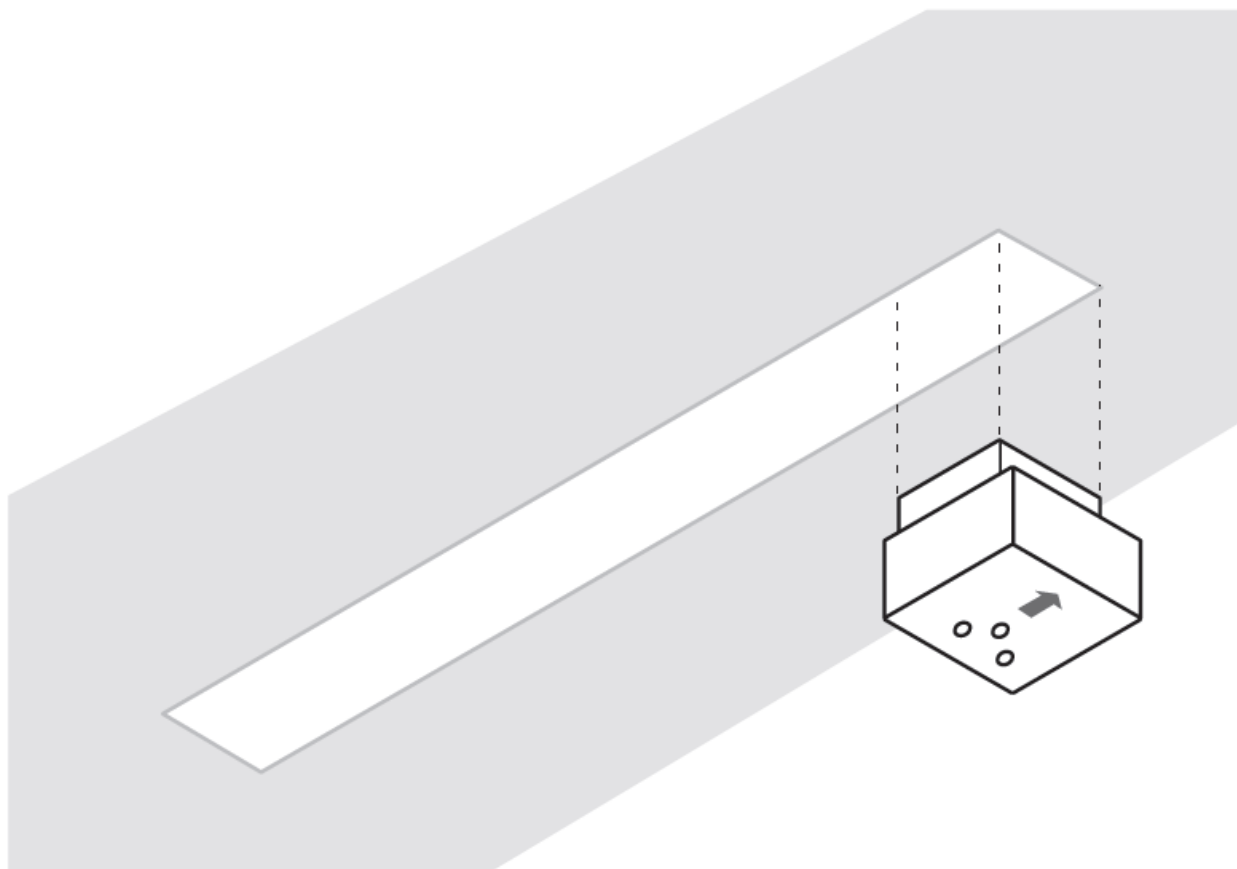
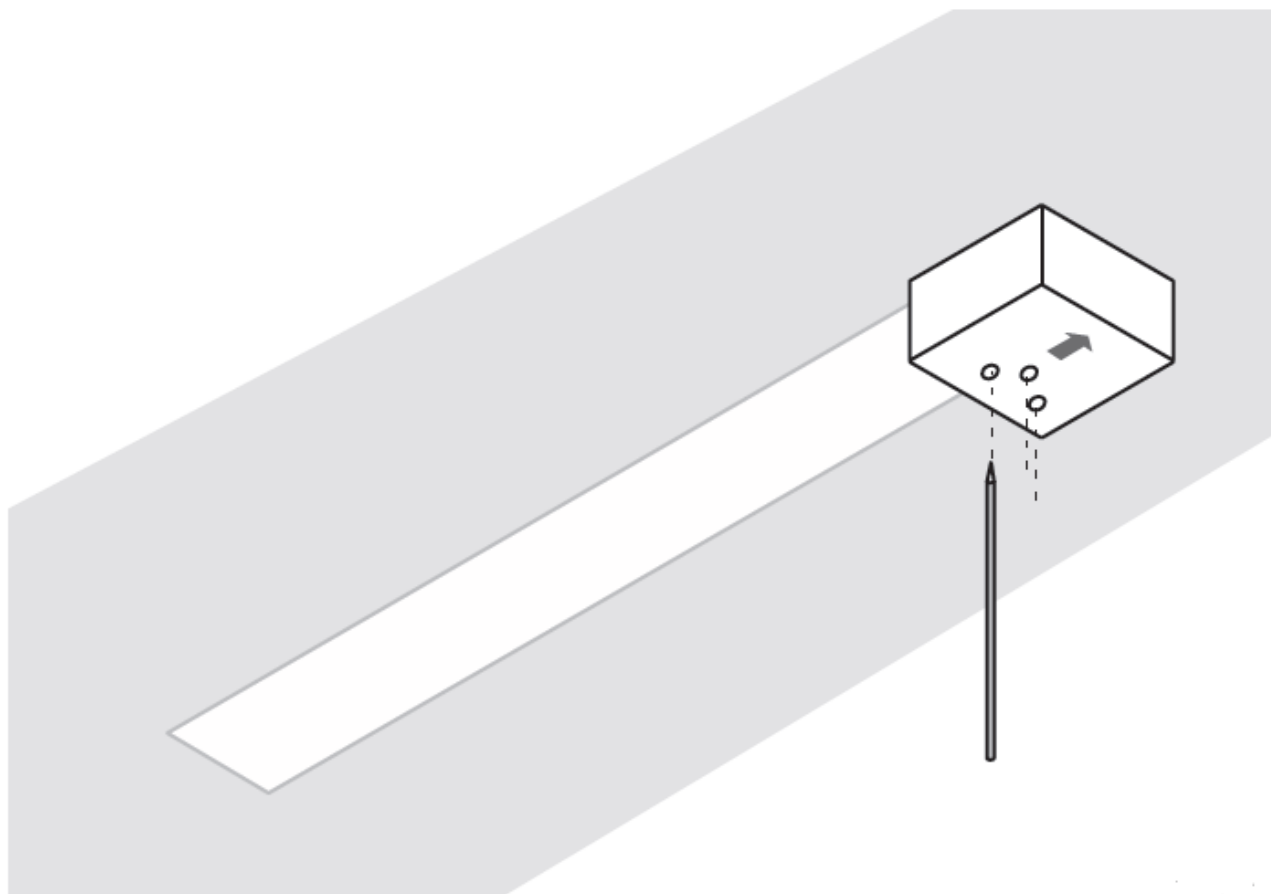

Рис. 1
Рис. 2
3. Для каждой из сторон выреза нужно использовать свой деревянный шаблон, который является частью упаковки экрана. Обратите внимание на стрелки, указывающие правильное расположение шаблона (рис. 1). Поместите шаблон как показано на рисунке и разметьте места крепления, используя карандаш, вставленный в отверстия шаблона (рис.2).